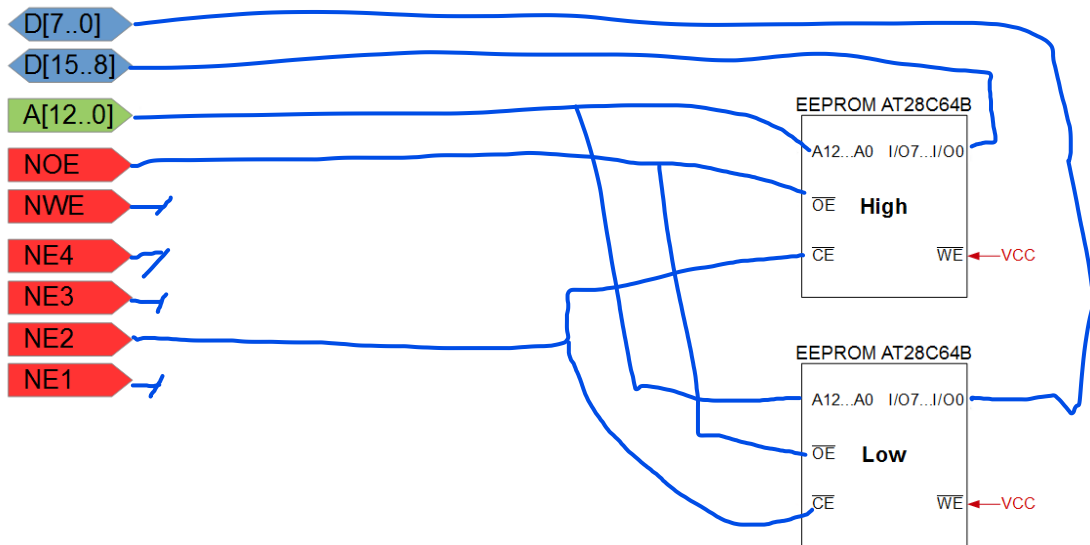
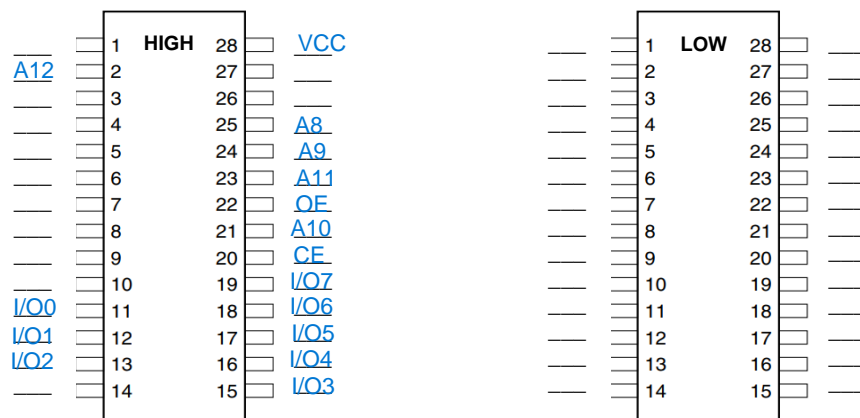

Abbildung 3: Anschluss von zwei 8K x 8-Bit EEPROMs an einem 16-Bit Datenbus
Abbildung 4: Anschluss von zwei 8K x 8-Bit EEPROMs an einem 16-Bit Datenbus
- b) Zeichnen Sie in Abbildung 3 ein, wie die Bausteine an das CT Board angeschlossen werden müssen. Abbildung 4 dient als Hilfestellung damit Sie die Speicherbausteine pinweise beschriften können.